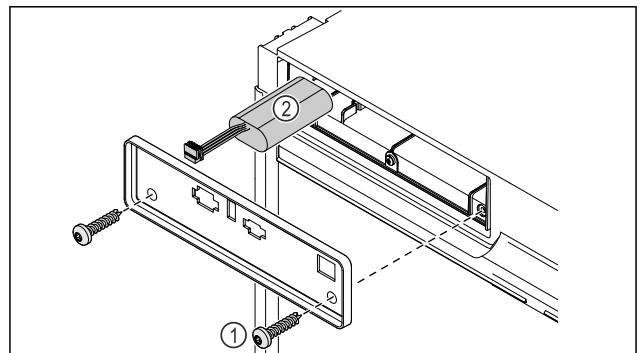

Fig. 200
- ▶ Schrauben herausdrehen und Abdeckung auf der Rückseite des Gerätes entfernen *Fig. 200 (1)*.
- ▶ Batterie abstecken und herausnehmen *Fig. 200 (2)*.